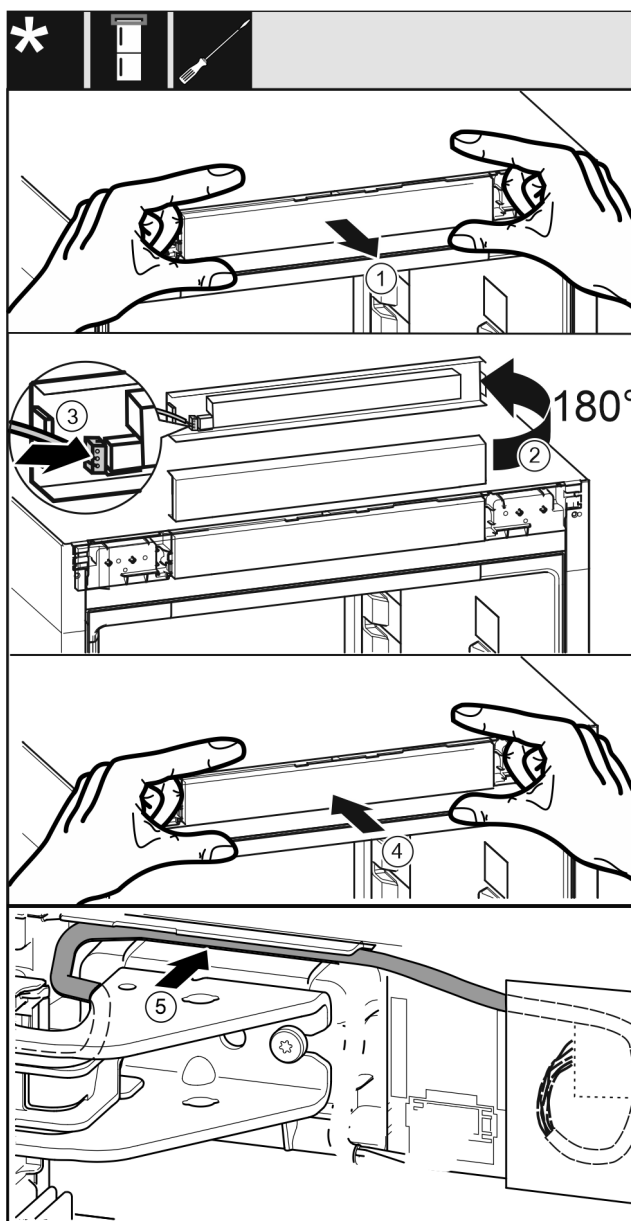

Fig. 62
- Izņemiet uzmanīgi vadības aizsegu Fig. 62 (1).
- Pagrieziet vadības aizsegu Fig. 62 (2) par 180° uz augšu.
- Nofiksējiet spraudni Fig. 62 (3) pie vadības pārsega.
- Nofiksējiet atkārtoti vadības aizsegu Fig. 62 (4) pie ierīces.
- Ievietojiet uzmanīgi kabeli Fig. 62 (5) vadotnē virs augšējā gultņa balsta.